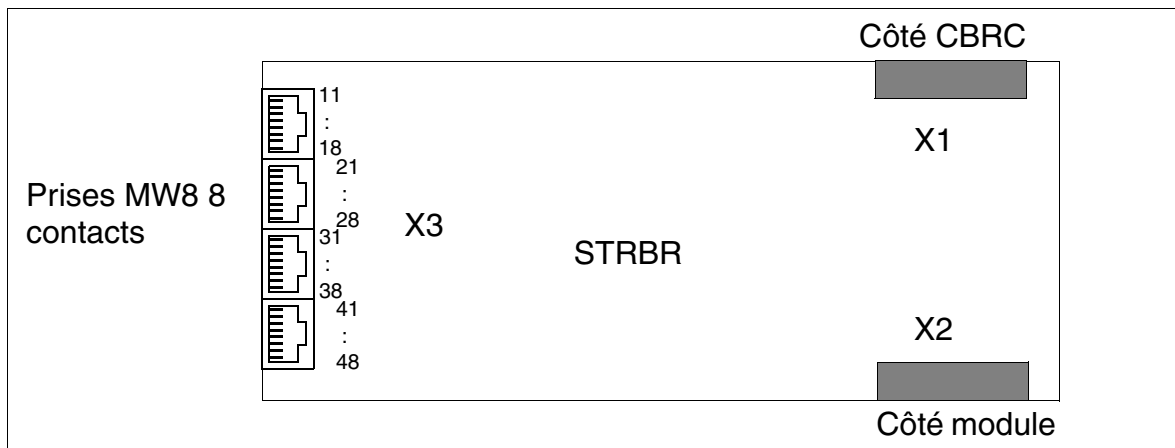

Figure 3-157 Interfaces STRBR (S30817-Q932-Z)
- STRBR (**S**teuer**r**elais-**B**augruppe **R**ack) S30817-Q932-Z (figure 3-157) - pour montage dans HiPath 3500 et HiPath 3300 (boîtier 19").